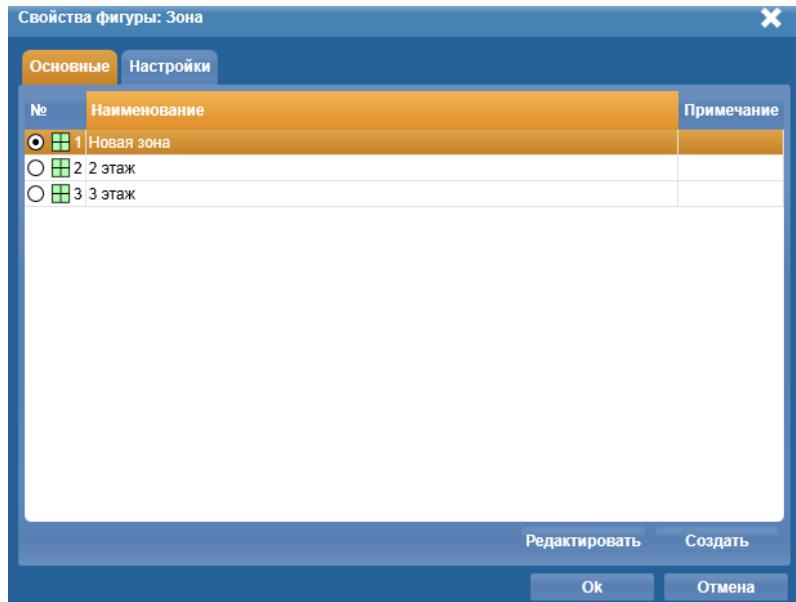

Рисунок 21. Окно Свойства фигуры:Зона
- Кнопка – предназначена для рисования фигур прямоугольной формы, вписываемых в рисунок плана помещений. Рисование выполняется приемами аналогичными рисованию фигур прямоугольной формы. В результате откроется окно **Свойства фигуры: Зона** (Рис.21).
В открывшемся окне под закладкой **Основные** имеется возможность выбрать зону из списка, если она ранее создана, щелкнув на кнопке **Ok**. Если зона не создана, то можно воспользоваться кнопкой **Создать**. В результате откроется окно **Создание новой зоны**. Создание новой зоны следует выполнять по методике, описанной в разделе (1.6). Под закладкой **Настройки** можно проставить значок выбора в строке **Отображать состояние в ОЗ** (Рис. 21а). В этом случае в приложении **Оперативная задача** во вкладке **Планы** на изображении Зоны будет крупными буквами выводиться ее состояние.
Рисунок 21а. Окно Свойства фигуры: Зона закладка Настройки